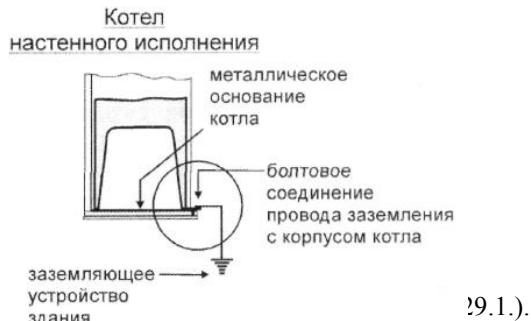

Рис. 29.1.
4. Заземление котла, (см. рис. 29.1.)